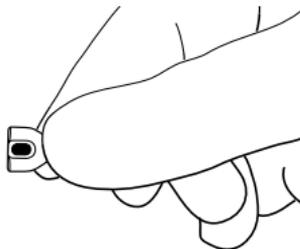

Figure 10. Saisie de la partie fuselée
1. Saisir avec le pouce et l'index la partie fuselée du connecteur de pompe sans suture (Figure 10 à la page 29).